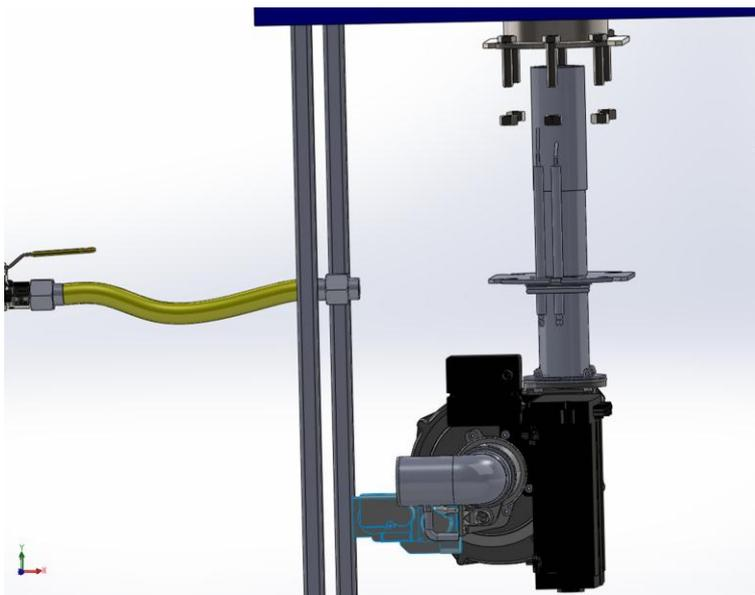

Figura 2
- 4- Sfilare il bruciatore prestando attenzione a non rovinare gli elettrodi (figura 2)